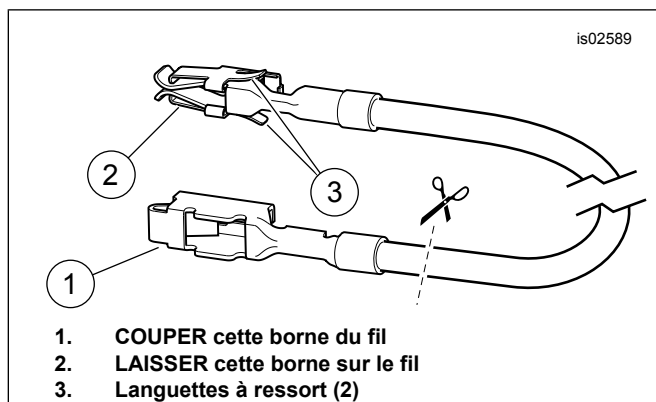
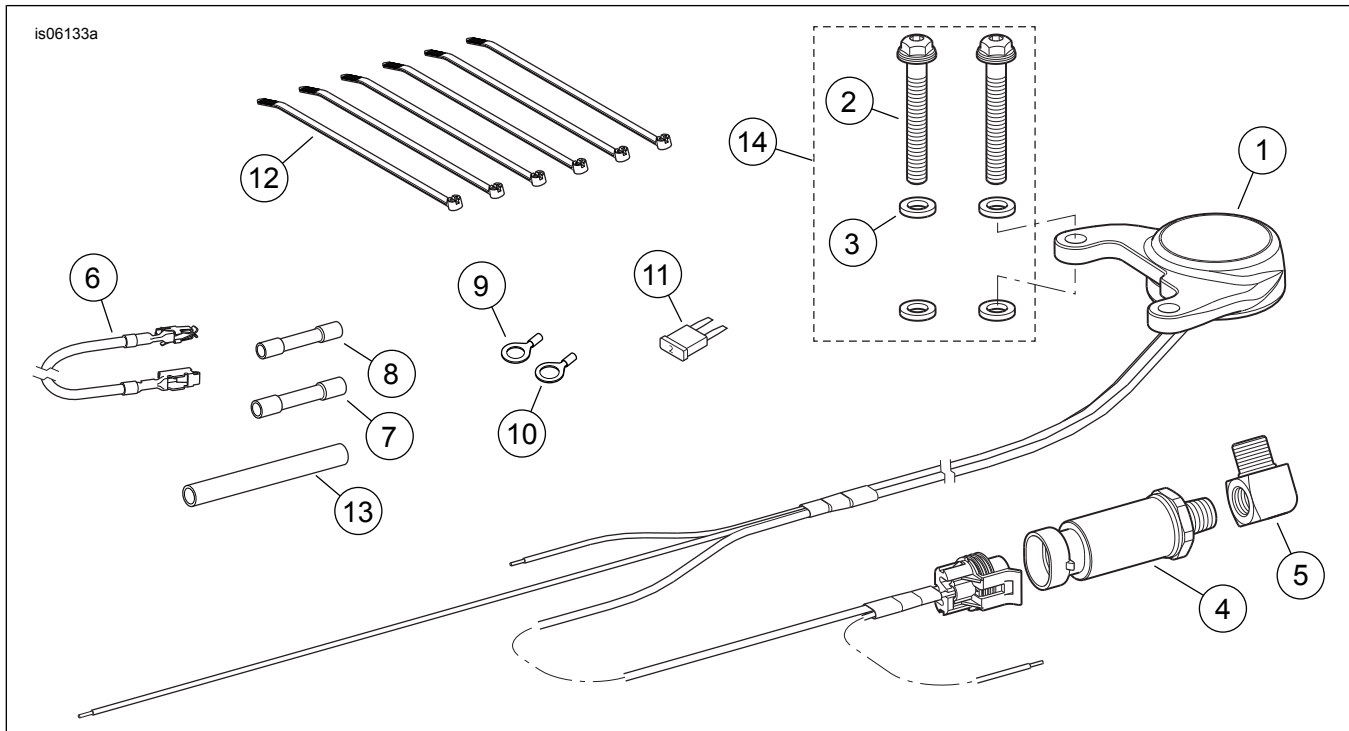

Figure 3. Fil adaptateur de bloc fusibles (Dyna et Softail)
Figure 5. Pièces détachées, manomètre d'huile numérique
4. Voir Figure 5. Avertissement sous la rubrique Connexion de faisceau et le manuel d'entretien. À l'aide du connecteur bout à bout scellé bleu (7) du kit, épissure les trois fils orange/blanc ensemble.
2. Voir Figure 5. Prendre le fil adaptateur orange/blanc (6) du bloc fusibles dans le kit. Voir la figure 3. Bien noter la borne à chaque extrémité. Seule la borne AVEC les languettes à ressort convient à la cavité de fusible. Couper avec soin la borne SANS les languettes à ressort du fil et la jeter.
4. Couper l'excès de longueur du fil orange/blanc du faisceau du manomètre d'huile numérique à portée du fil adaptateur orange/blanc installé à l'étape 3. Voir la figure 5. Prendre le connecteur bout à bout scellé bleu (7). Épisser le fil orange/blanc du faisceau du manomètre d'huile numérique sur le fil adaptateur orange/blanc.
5. Voir Figure 5. Installer le fusible de 2 A (11) dans la cavité de fusible ouverte pour compléter le circuit.
3. Voir Figure 3. Prendre le fil adaptateur orange/blanc (6) du bloc fusibles dans le kit. Bien noter la borne à chaque extrémité. Seule la borne AVEC les languettes à ressort convient à la cavité de fusible. Couper avec soin la borne SANS les languettes à ressort du fil et la jeter.
5. Couper l'excès de longueur du fil orange/blanc du faisceau du manomètre d'huile numérique à portée du fil adaptateur orange/blanc installé à l'étape 4. Prendre le connecteur bout à bout scellé bleu (7) dans le kit. Épisser le fil orange/blanc du faisceau du manomètre d'huile numérique sur le fil adaptateur orange/blanc.
6. Voir Figure 5. Installer le fusible 2 A (11) du kit dans la cavité de fusible d'allumage « P&A IGN » pour compléter le circuit.
3. Voir Figure 5. Prendre le fil adaptateur orange/blanc (6) du bloc fusibles dans le kit.
6. Couper l'excès de longueur du fil orange/blanc du faisceau du manomètre d'huile numérique à portée du fil adaptateur orange/blanc installé à l'étape 5. Prendre le connecteur bout à bout scellé bleu (7) dans le kit. Épissurer le fil orange/blanc du faisceau du manomètre d'huile numérique sur le fil adaptateur orange/blanc.
7. Voir Figure 5. Installer le fusible 2 A (11) du kit dans la cavité de fusible d'allumage « P&A IGN » pour compléter le circuit. Installer les trois fusibles retirés à l'étape 4 dans les cavités correctes.